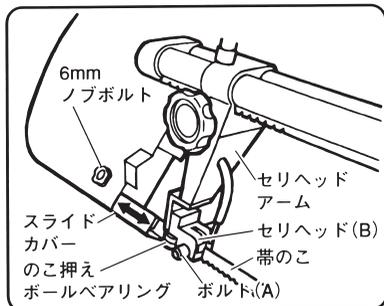

図 27
(図 27)
- (5) ノコカバー(B)部の6 mm ノブボルトをゆるめ、スライドカバーをスライドさせて、セリヘッド(B)に近づけます。(図 27)
- (6) 6 mm ノブボルトを締付けて、スライドカバーを固定します。
(2) のご押えボールベアリング (図 27) が磨耗すると切断精度が悪くなる原因となります。ときどき磨耗していないかどうか点検してください。